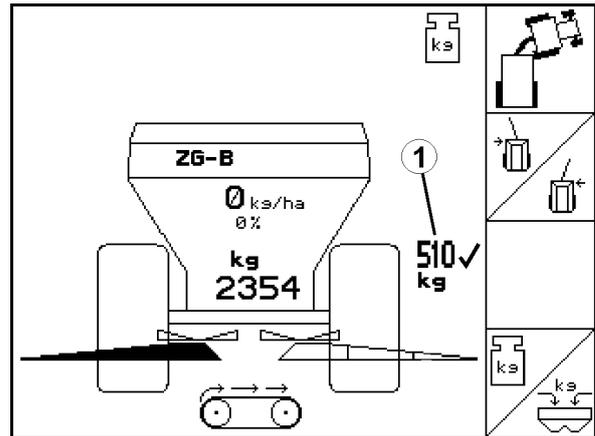

Fig. 24
- Im Arbeitsmenü wird die ausgebrachte Düngermenge angezeigt (Fig. 24/1).